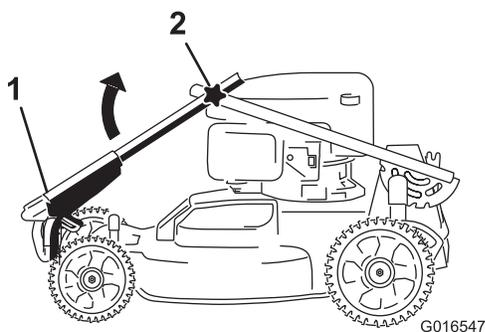

Figura 3
1. Gire el manillar superior hasta que se acople al manillar inferior (Figura 3) y apriete ambos pomos del manillar para bloquear el manillar superior en su lugar (Figura 4).